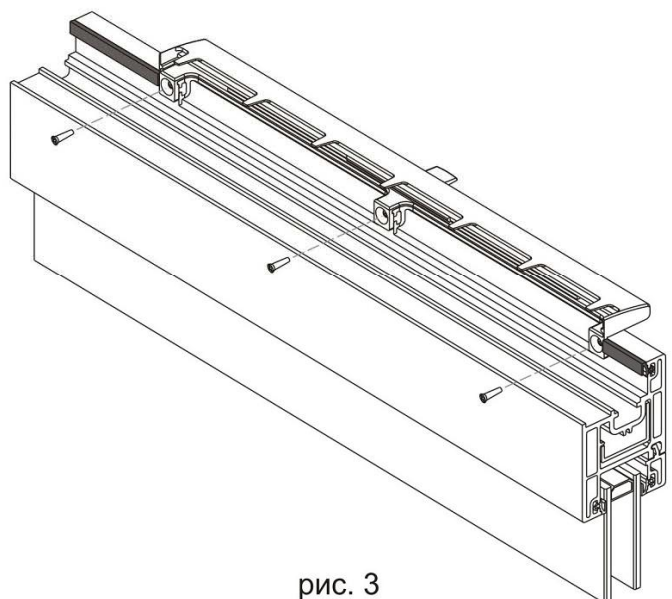

рис. 3
3. Удалить защитную пленку с уплотнителя на клапане. Установить клапан согласно рис.3 и закрепить саморезами.